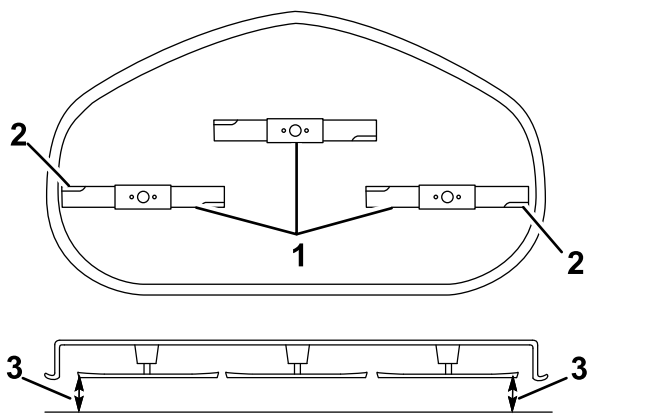

Figure 57
5. Mesurez la distance entre les tranchants extérieurs et le sol plat (Figure 57).